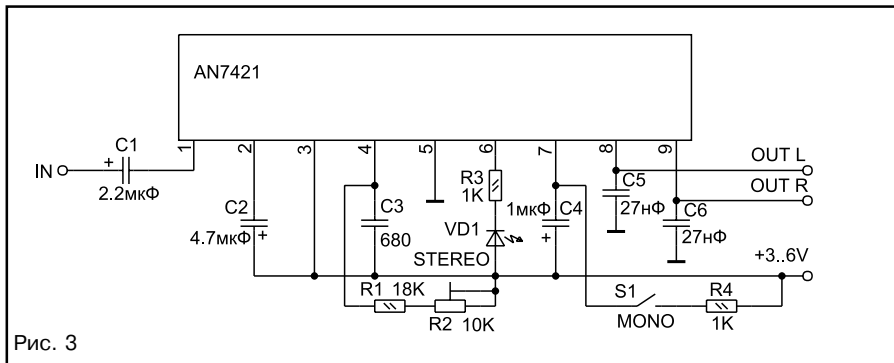

Рис. 3
– K561KP1. Вместо транзисторов DTC144E можно применить любые маломощные p-p-n транзисторы, добавив в базовую цепь делитель из одинаковых резисторов сопротивлением 10...47 К. Тракт ПЧ можно выполнить по другой схеме или взять готовый. Главное, чтобы он обеспечивал напряжение АПЧ. Стереодекoder можно выполнить по любой схеме. Хороший стереодекoder для системы с полярной модуляцией описан в [2]. Выпускаются также специализированные микросхемы стереодекодера для системы с полярной модуляцией и двухсистемного стереодекодера в серии K174. Для системы с пилот-тоном существует множество специализированных микросхем импортного производства. В качестве примера на рис. 3 приведена схема простого стереодекодера на основе микросхемы AN7421 фирмы Matsushita.